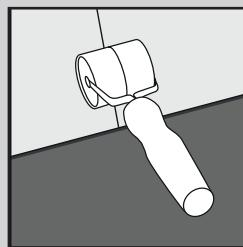

Fig. 4
- Continuez la pose des lames dans la pièce jusqu'à ce que la rangée soit terminée à l'aide d'un rouleau à main. (Figure 4) Seulement s'il est nécessaire de le faire, utiliser un maillet en caoutchouc et une chute du produit pour taper délicatement sur le produit. Un tire-lame peut être utilisé pour tirer l'ensemble du revêtement de sol le long des bords de la pièce (Figure 5).